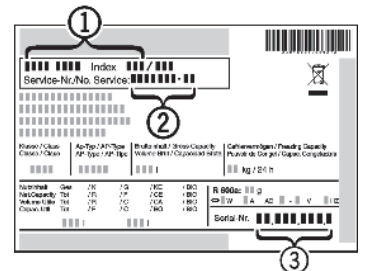

Рис. 10
- ▶ Наименование устройства *Рис. 10 (1)*, сервисный номер *Рис. 10 (2)* и серийный номер *Рис. 10 (3)* указаны на заводской табличке, расположенной внутри устройства слева.
- ▶ Свяжитесь с отделом обслуживания потребителей и сообщите вид неисправности, наименование устройства *Рис. 10 (1)*, сервисный номер *Рис. 10 (2)* и серийный номер *Рис. 10 (3)*.